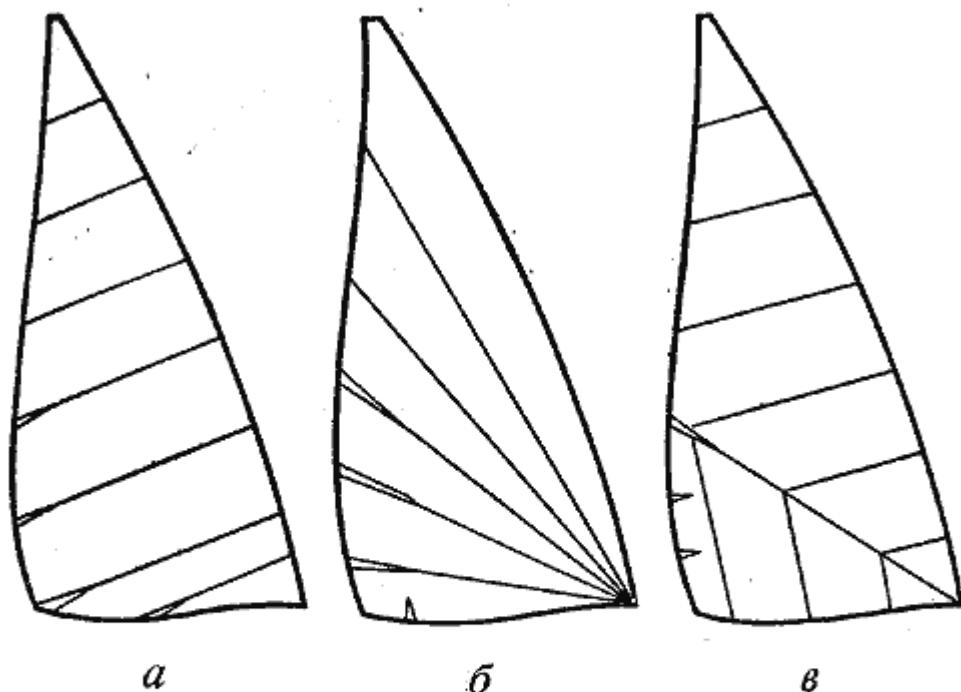

Рис. 7. Закрой по швам. Устойчивость положения наибольшей стрелки профиля паруса обеспечивается сужением полотнищ к передней и нижней шкаторинам:
- четвертый — такое расположение полотнищ относительно шкаторин, при котором «пузы» образуется при вытягивании ткани по косой нитке (см. рис. 7 б и в).
Закрой по полотнищам особенно эффективен при раскрое грота с горизонтальным расположением полотнищ, так как ткань подходит к передней шкаторине под удобным углом. Именно по этой причине паруса, выкроенные подобным образом, обычно имеют шов, идущий точно в галсовый угол — именно здесь закрой максимально важен для придания нужной формы. При ином расположении полотнищ для образования полноты в нужном месте применяют вытачки (рис. 7), однако тогда в месте окончания вытачек могут появиться небольшие перегибы паруса. Форма паруса у задней шкаторины также создается с помощью подобных закроев. В этом месте «пузо» не требуется. Напротив, парус здесь должен быть совершенно плоским, чтобы воздушный поток мог стекать свободно. Следует отнести к швам по задней шкаторине, которые ушивались на протяжении всего срока службы паруса. Такие швы могут потянуть заднюю шкаторину на ветер. Лучше, если они будут несколько распущены, особенно около фалового и шкотового углов, чтобы помочь верхней части задней шкаторины отойти немного под ветер.